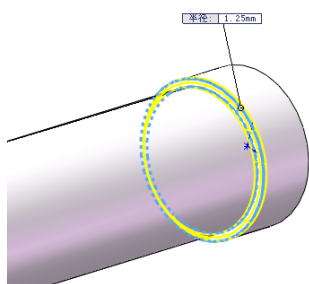
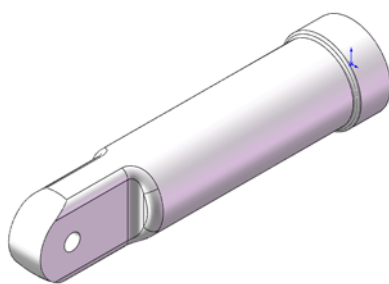

图 13-53 选择圆角边
图 13-54 倒圆角结果
(15) 圆角实体。选择菜单栏中的“插入”→“特征”→“圆角”命令，或者单击“特征”工具栏中的（圆角）按钮，此时系统弹出如图 13-52 所示的“圆角”属性管理器。在“半径”一栏中输入值“5 mm”，取消“切线延伸”的勾选，然后用鼠标选取图 13-52 中的边线，然后单击属性管理器中的（确定）按钮，结果如图 13-53 所示。重复“圆角”命令，选择如图 13-53 所示的边线，输入圆角半径值为“1.25 mm”，结果如图 13-54 所示。